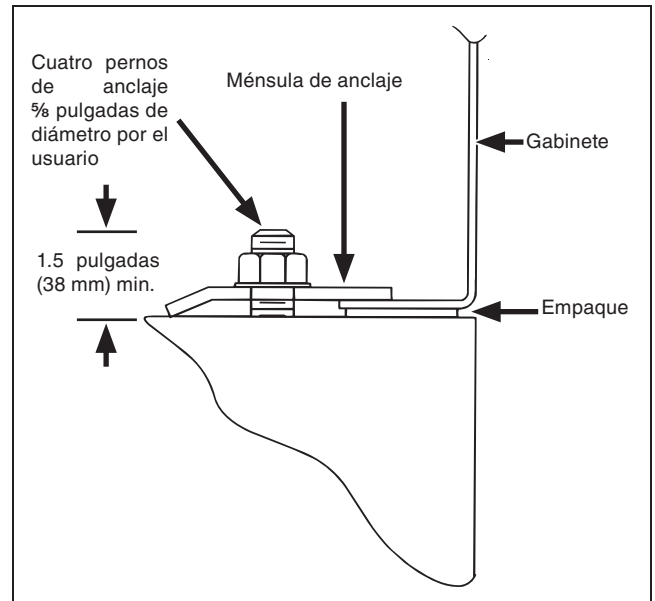

Figura 10. Colocación de las ménsulas de anclaje.
- PASO 5.** Asegure el tanque al pedestal utilizando las ménsulas de anclaje que se incluyen. Ver Figura 10 en la página 13.
- PASO 3.** Asegure el gabinete al pedestal utilizando las ménsulas de anclaje que se incluyen. Ver Figura 10.